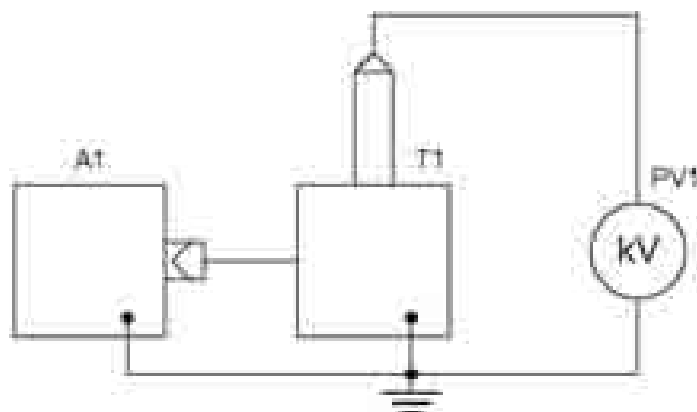

Рис. 3. Схема для определения погрешности измерения переменного напряжения
8.10.1. Определение погрешности измерения переменного напряжения производится по схеме рис. 3.